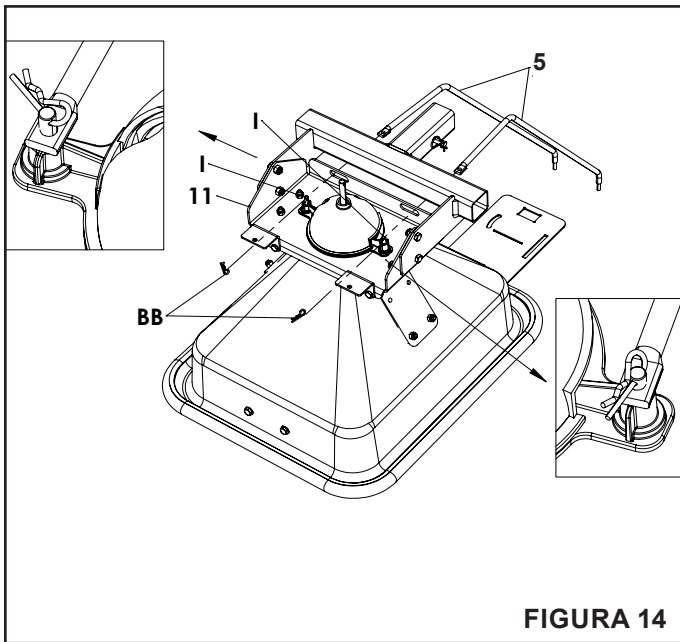

FIGURA 14
PASO 14: (VER FIGURA 14)
- Instale el lado plano de las varillas de control de flujo (5) a través de la ranura en el soporte de la tolva (11) y colóquelas en el pasador de horquilla (I) previamente instalado. Asegure con un pasador de chaveta tipo clip (BB). Repita en el otro lado.